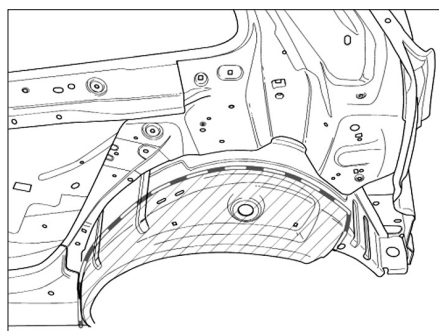

FIG. 113
- Découper le passage de roue extérieur de façon à pouvoir effectuer un soyage sur le véhicule (Fig.113).